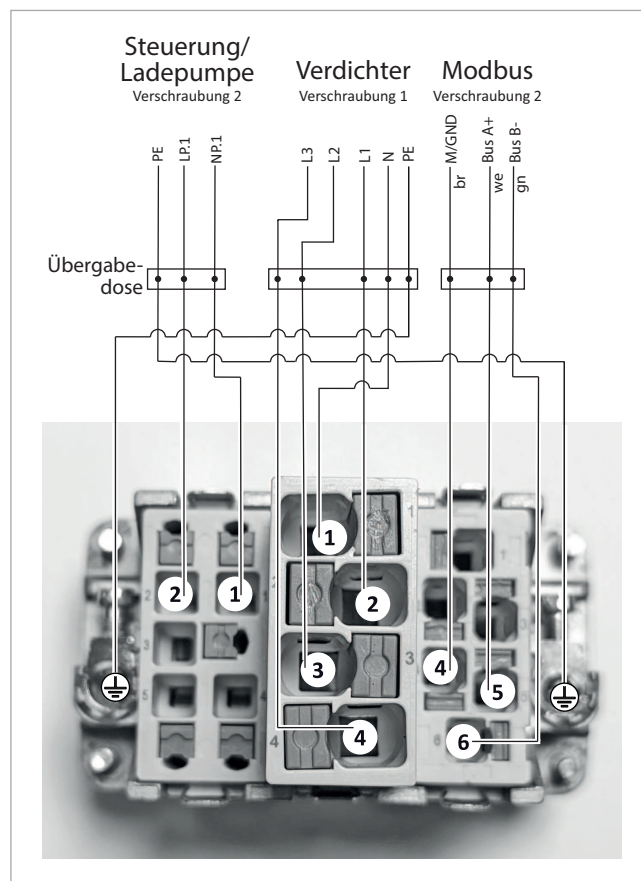

Abb. 23: Elektrischer Anschluss SolvisPia 12 (Steckereinsatz mit Anschlussklemmen)
SolvisPia ist ab Werk intern vollständig verdrahtet und für den Anschluss vorbereitet. Der Anschluss erfolgt über einen Steckverbinder. Der Schutzleiter wird mittels Schraubklemme an den Steckverbinder angeschlossen. Die weiteren Klemmen des Steckverbinders rasten automatisch ein. Zur Belegung des Steckverbinders siehe → Abb. 23, S.19.
6. Prüfen, ob die Verbindung der Steuerspannung/Ladepumpe korrekt auf den Elektro-Steckverbinder aufgelegt ist (siehe → Abb. 23, S. 19).